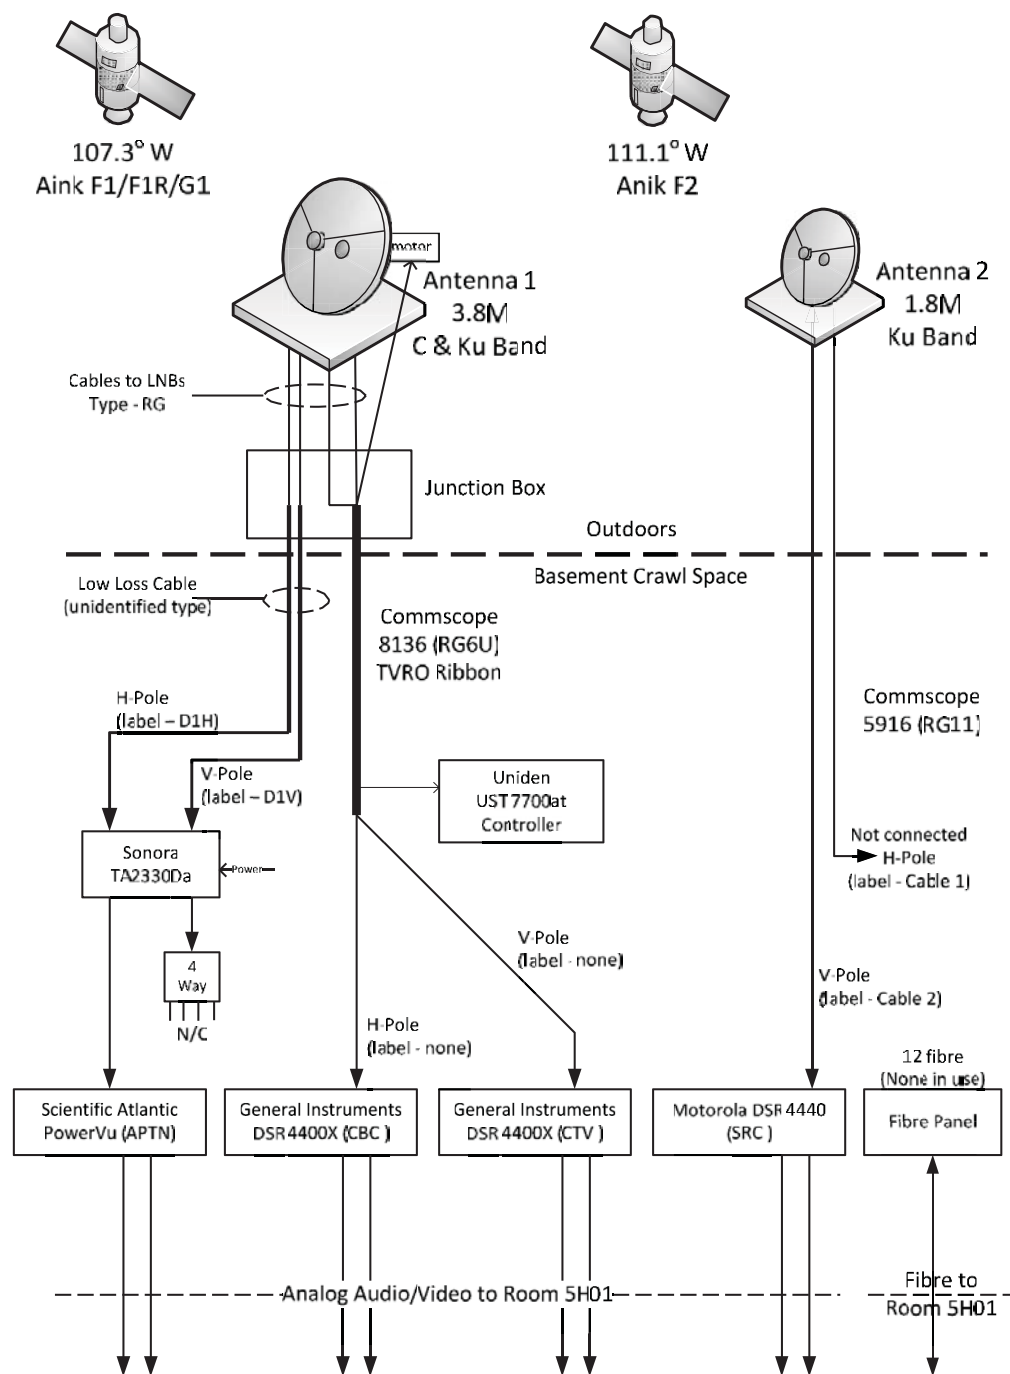

Figure 7 – Interconnexions actuelles du système
- Vous trouverez le schéma à la figure 7 de la section 5.